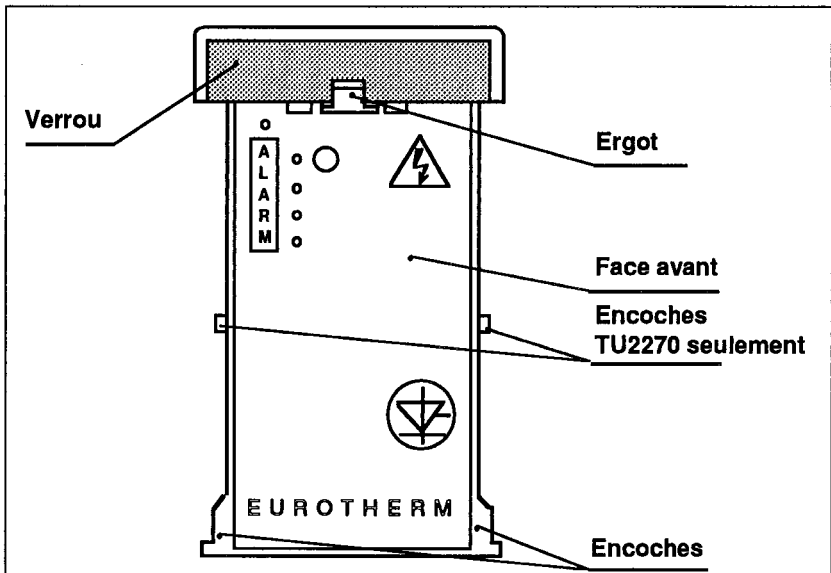

Figure 2-5 Face avant
- a. Insérer un tournevis fin et pousser l'ergot interne (voir figure 2-5).
- a. Insérer à fond les encoches de la face avant dans les rainures latérales du radiateur (voir figure 2-5).